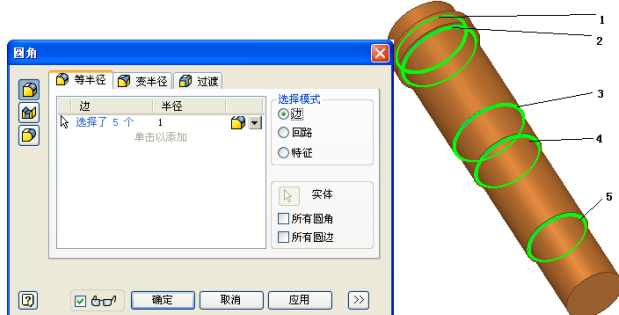

图 7-6 倒圆角示意图
①单击【模型】标签栏【修改】面板上的【圆角】工具按钮，打开【圆角】对话框，选择传动轴的 4 处台阶处的 5 个尺寸突变处，圆角半径设定为 1，如图 7-6 倒圆角示意图中所示，